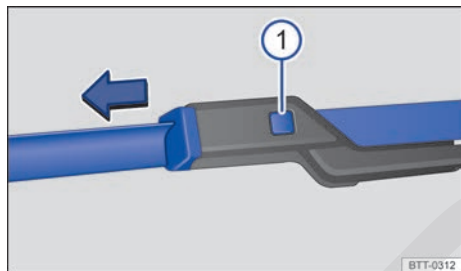

Fig. 185 Cambio de las escobillas del limpiaparabrisas.
- Mantenga presionada la tecla de desbloqueo ⇒ **fig. 185** ⓘ y tire al mismo tiempo de la escobilla en el sentido que indica la flecha.